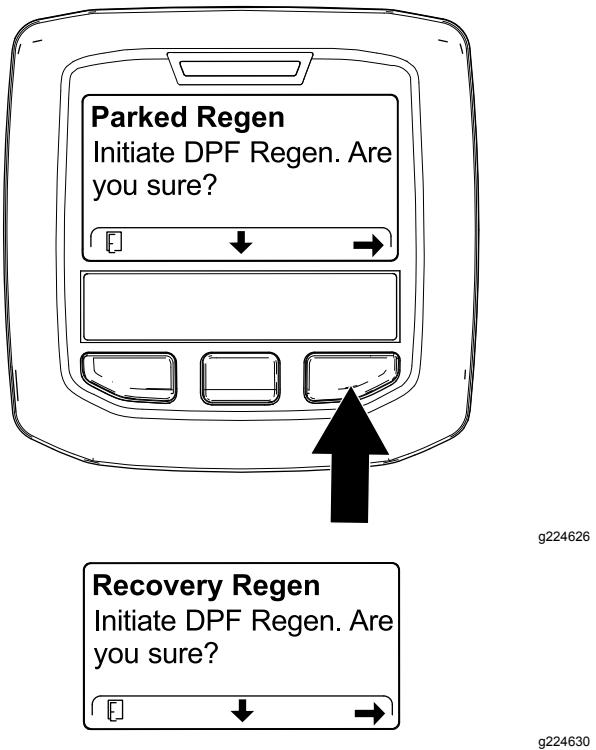

Figure 58
4. Sur l'écran INITIATE DPF REGEN (lancer régén. du FAP), appuyez sur le bouton droit pour continuer (Figure 58).